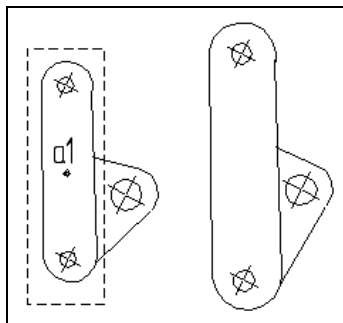

Рис. 10.22. Деформация масштабированием
- ◆ выделите рамкой левую часть объекта, как на рис. 10.22;